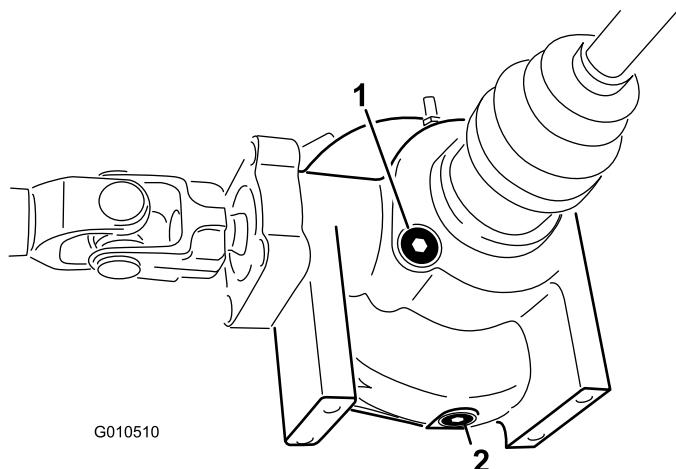

Рисунок 51
- Очистите область вокруг сливной пробки на боковой стороне дифференциала (Рисунок 51).